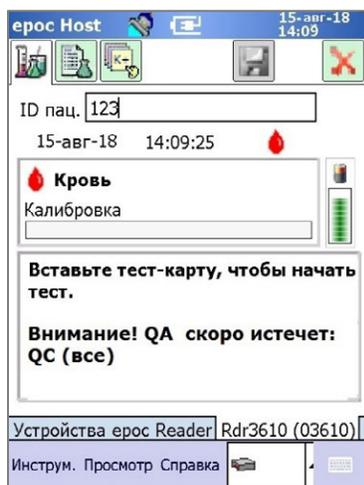

Рис. 39.
- **Период предупреждения** — это промежуток времени до истечения срока по графику, в течение которого устройство ерос Host будет отображать напоминание о том, что срок по графику скоро истечет (рис. 39).